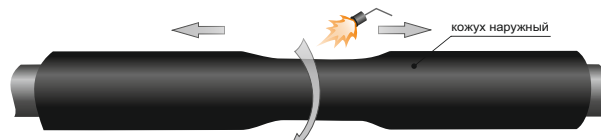

Рис. 14
21. Надвиньте защитный наружный кожух, расположив его по центру монтируемой кабельной муфты, и усадите кожух, начиная его прогрев по кругу от середины, последовательно продвигаясь к краям (рис.14).